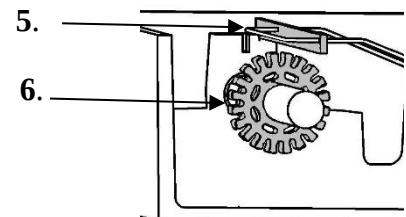

Fig. 3
Let op! (Zie fig. 3). De messing strip (5) is vanaf de fabriek in ontkoppelde positie geplaatst. De Wandelmoeren (6) worden niet bedient.
Attention! (See fig. 3) The guide lever (5) is standard in an open position. The cam wheels (6) are disconnected.
Achtung! (Siehe Bild 3) Die Führungsleiste (5) ist ab Werk geöffnet. Die Schalträder (6) sind entkoppelt.
Attention! (fig. 3) A départ d'usine, la plaque (5) est ouverte. Les roues (6) ne sont pas enclenchées.